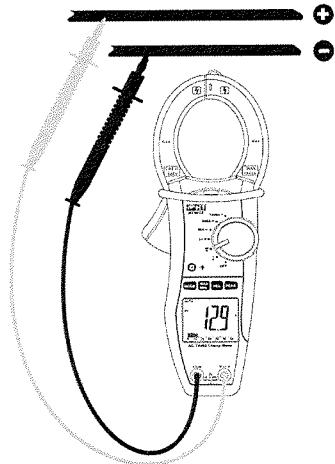

Abb. 3 DC Spannungsmessung
2. Verbinden Sie die Meßleitungen mit den Eingangsbuchsen. Die rote Messleitungsbuchse mit der $V\Omega$), die Eingangsbuchse, die schwarze Messleitungsbuchse mit der COM Eingangsbuchse (Abb. 3)